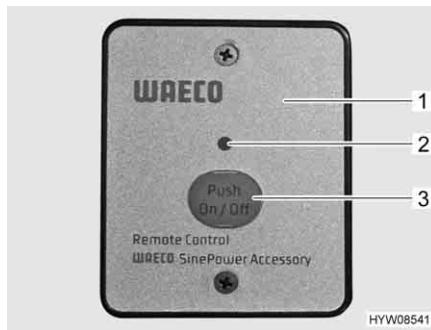

Fig. 74 Interruttore di telecomando
L'interruttore di telecomando (Fig. 74,1) è montato nella zona di ingresso dietro la porta di vetro dell'armadio alto.
- Accensione:* ■ Premere il tasto "On/Off" (Fig. 74,3). Il LED (Fig. 74,2) si accende.
- Spegnimento:* ■ Premere il tasto "On/Off" (Fig. 74,3). Il LED (Fig. 74,2) si spegne.